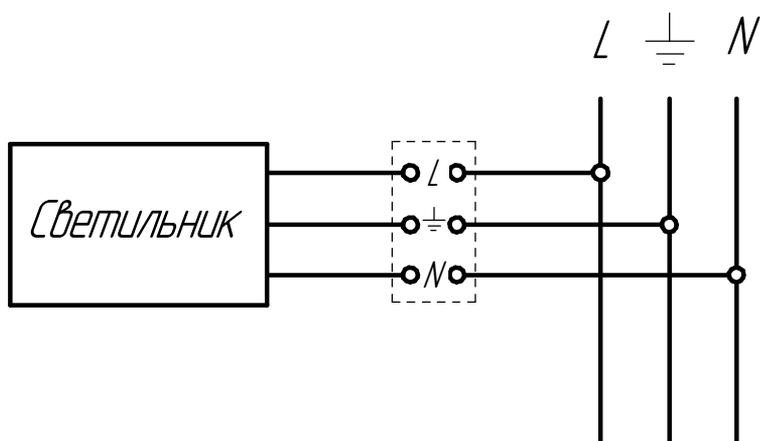

Рисунок 4. Схема подключения светильника к сети.
4.3 Светильники выпускаются со встроенными электронными или электромагнитными ПРА. Схема подключения светильника к сети приведена на Рис.4 (см.приложение А).
6.5 Подсоедините провод заземления к заземляющему зажиму и подсоедините светильник к сети. Проверьте надежность заземления. (Схема подключения светильника к сети приведена на Рис.4.)